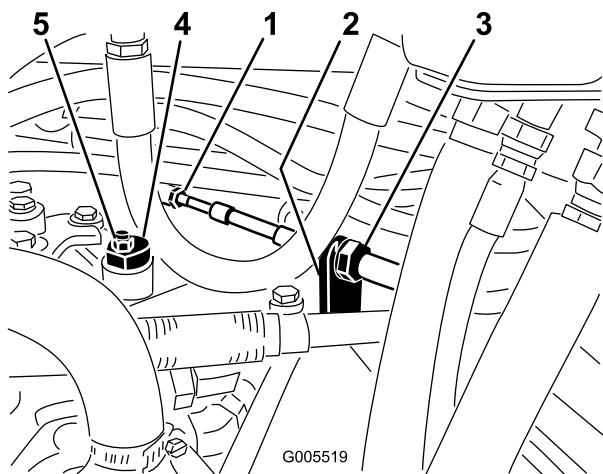

Figure 51
- A. Desserrez les écrous de blocage qui fixent le câble de commande de transmission à la cloison sur l'hydrostat (Figure 51). Desserrez les écrous de blocage uniformément et suffisamment pour permettre le réglage.
Remarque: Desserrez l'écrou de fixation de l'excentrique en haut de l'hydrostat (Figure 51).
- C. Tournez l'excentrique jusqu'à ce que la roue ne tourne plus dans aucune direction. Lorsque la roue arrête de tourner, serrez l'écrou pour bloquer l'excentrique et le réglage (Figure 51). Vérifiez
- D. De chaque côté de la cloison, serrez les contre-écrous uniformément pour fixer le câble de transmission à la cloison (Figure 51).